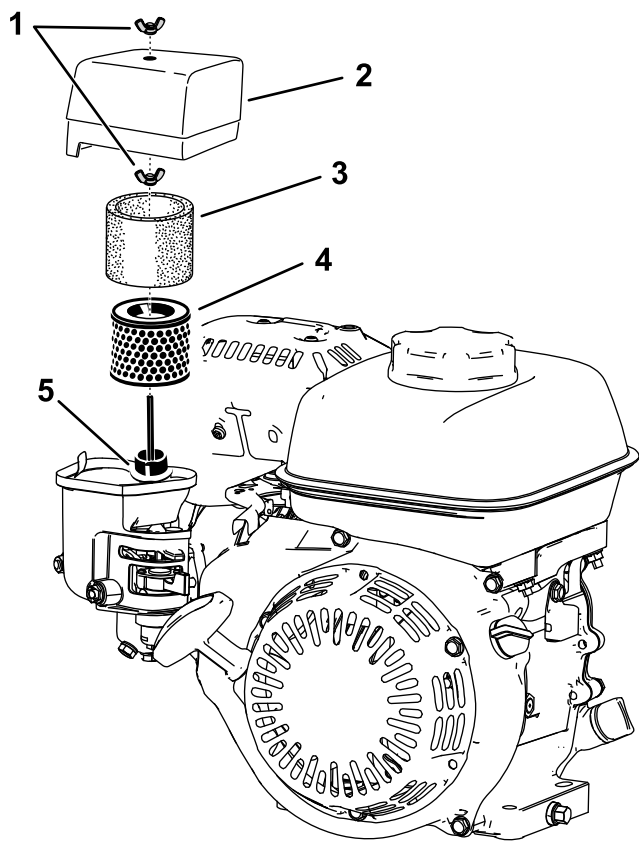

Figure 27
- Retirez l'écrou à oreilles qui fixe le couvercle du filtre à air (Figure 27).